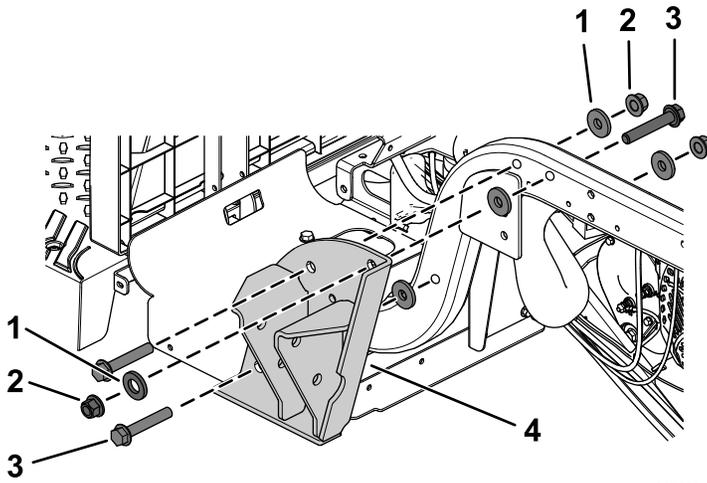

Figura 18
1. Instale un soporte del ROPS usando 3 pernos con arandela prensada (1/2" x 3"), 5 arandelas planas (1/2"), y 3 contratuercas (1/2"), según se muestra en Figura 18.
Nota: Asegúrese de instalar las 2 arandelas planas (1/2") en el exterior, según se muestra en Figura 18.